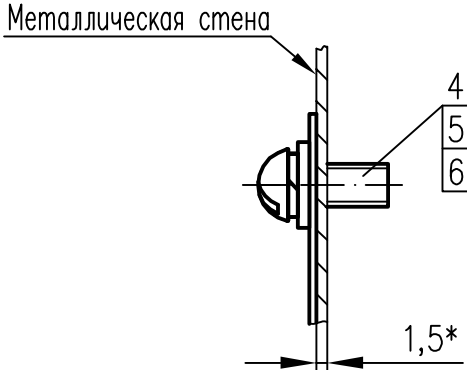

Рис. 3
- по рис. 3 в металлической стене выполнить 3 отв.  $\phi 3,2$  мм;
- по рис. 3 в металлической стене выполнить 4 отв.  $\phi 3,2$  мм;